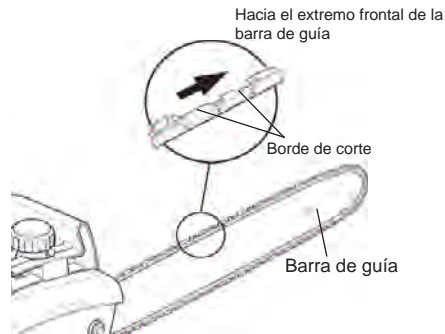

Figura 4- Dirección de la sierra de cadena
6. Coloque la cadena sobre la circunferencia de la rueda dentada, a lo largo de la ranura superior de la barra de guía y sobre el extremo de la misma. Nota: Asegúrese de disponer los bordes de corte de la cadena en la dirección correcta. Coloque la cadena de modo que los bordes de corte de la parte superior de la barra de guía miren hacia el extremo de la misma (vea la Figura 4 y el indicador que se encuentra en la cubierta lateral de la sierra).